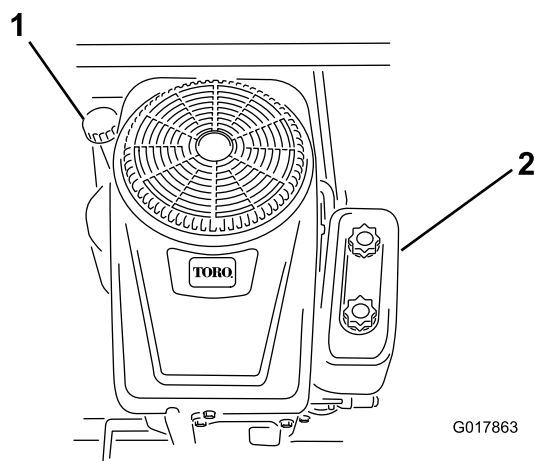

Figure 29
4. Nettoyez la surface autour de la jauge d'huile (Figure 29) pour éviter que des impuretés ne s'introduisent dans le goulot de remplissage, ce qui risquerait d'endommager le moteur.
- Versez lentement environ 80 % de la quantité d'huile spécifiée dans l'orifice de remplissage (Figure 29). Vérifiez le niveau d'huile (voir Contrôle du niveau d'huile).